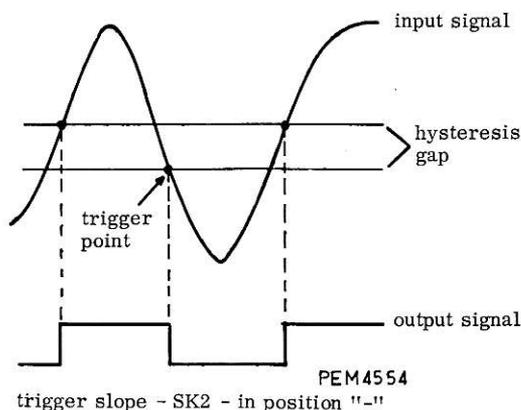

Fig. 8. Fonctionnement conformateur d'impulsions de déclenchement (valeur moyenne)
Le multivibrateur (SB) et le circuit automatique sont commandés par un circuit différenciateur par un déclencheur de Schmitt TS206, TS207, qui est utilisé en tant que conformateur d'impulsions. Fig. 8, montre comment ce déclencheur de Schmitt bascule lorsqu'un signal d'entrée lui est appliqué (pente de déclenchement - SK2 en position „-“).